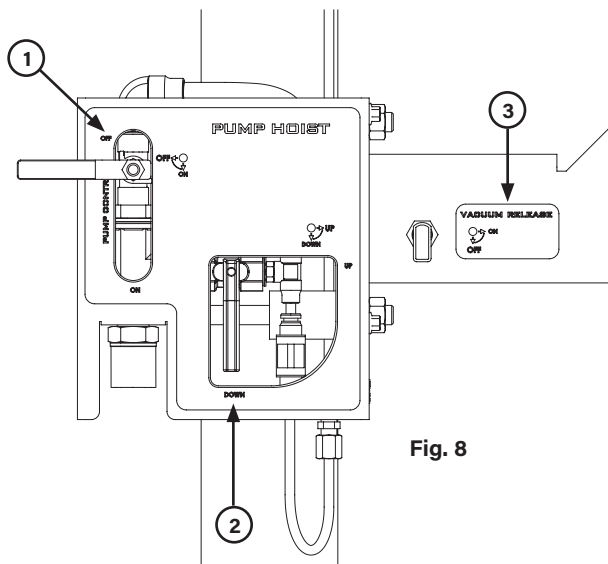

Fig. 8
1. Check that the control cabinet lever is in the "UP" position (2) (fig. 8).
4. Move the control cabinet lever to the "DOWN" position (2) (fig. 8).
1. Compruebe que la palanca del armario de control se encuentra en la posición "UP" (2) (fig. 8).
4. Mueva la palanca del armario de control a la posición "DOWN" (abajo) (2) (fig. 8).
1. Start the pump by placing the "Pump Control" valve in the "ON" position (1) (fig. 8).
4. Move the control cabinet lever to the "UP" position (2) (fig. 8). In this position the cylinder will go up in the unit. Only for 4450-003, open the vacuum released valve, a current of air enters the drum to push the inductor plate (3) (fig. 11).
6. Only for 4450-003 close the vacuum released valve. (3) (fig. 8).
1. Arranque la bomba colocando la válvula de control "Pump Control" en la posición "ON" (1) (fig. 8).
4. Mueva la palanca del armario de control a la posición "UP" (arriba) (2) (fig. 8). En esta posición el cilindro sube el equipo. Si el equipo incluye el plato seguidor, abra la válvula de soplado y una corriente de aire entra en el bidón para empujar al plato seguidor (3) (fig. 8).
6. Si dispone del plato seguidor cierre la válvula de paso de aire (3) (fig. 8).